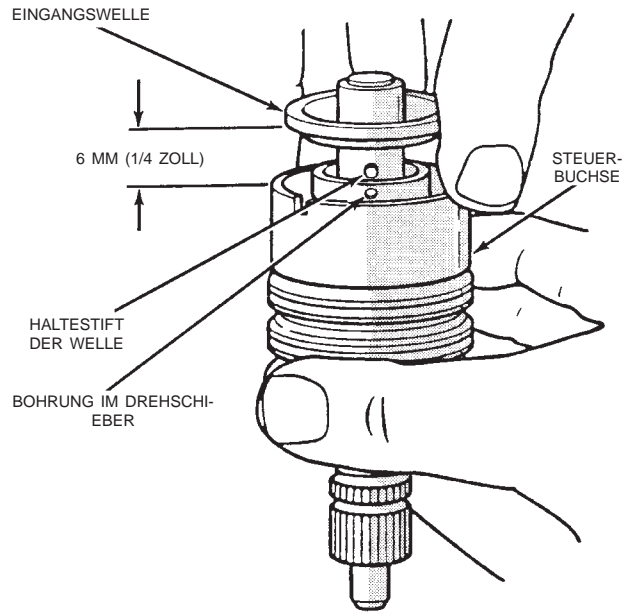

Abb. 12 Eingangswelle
- (5) Eingangswelle aus dem Ventil ausbauen. Die Welle leicht auf die Werkbank oder einen Holzklötz schlagen, um die Endkappe der Welle zu lockern. Endkappe und Drehschieber ziehen, um den Haltestift der Welle aus der Bohrung im Drehschieber zu lösen (Abb. 12).